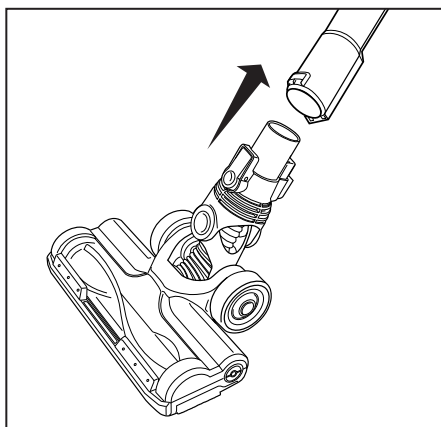

Fig. 2
2. Attachez l'extrémité femelle du tube-rallonge métallique au suceur ou aux outils appropriés (Fig. 2).